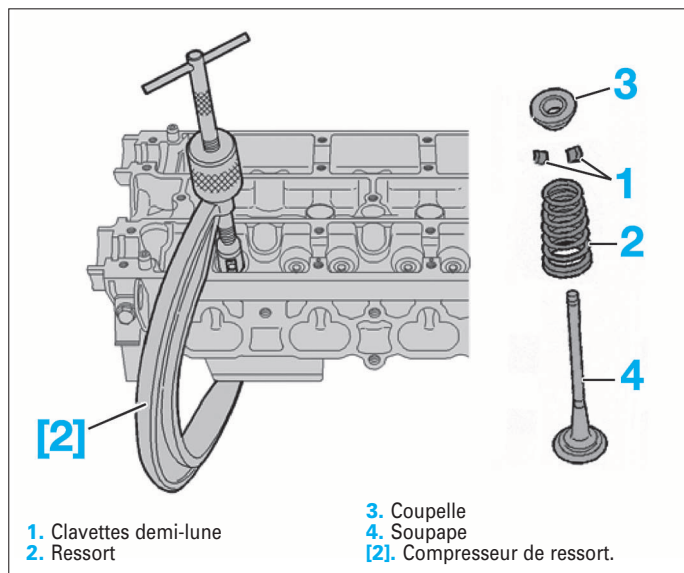

FIG. 52
- Effectuer la dépose de chaque soupape à l'aide d'un compresseur de ressort approprié et ranger les pièces (clavettes, coupelle supérieure, ressort, coupelle inférieure, soupape) par ordre sans les dépareiller (Fig.52).